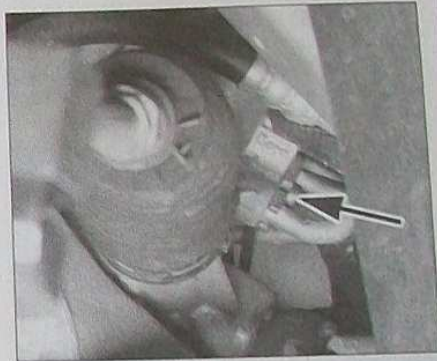

FIG. 9
• Déposer la vis de fixation des canalisations sur la valve distributrice du boîtier (Fig.9).